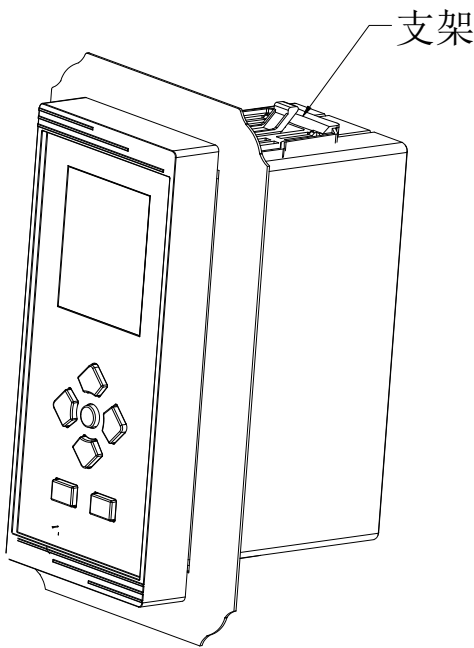

图 2
3. 插入装置的固定支架，装置牢固固定在机柜面板上，如图 2。